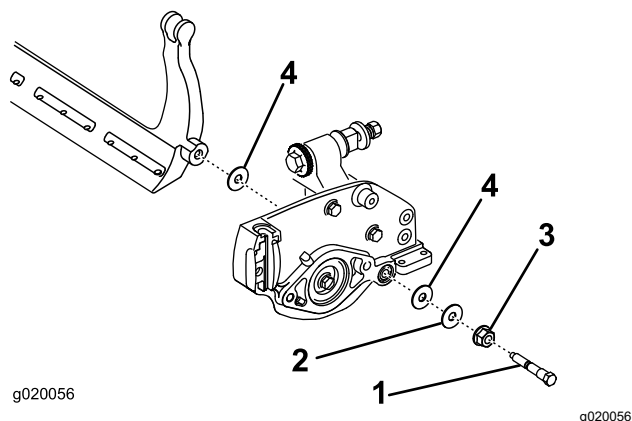

Figura 19
Guarde las 2 arandelas de nylon y la arandela de acero de cada extremo de la barra de asiento (Figura 19).
3. Coloque una arandela de nylon en cada lado del saliente de la placa lateral. Coloque una arandela de acero por fuera de cada arandela de nylon (Figura 19).